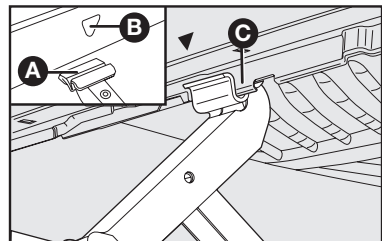

fig. 4
3) Coloque el crique en el símbolo **▼ B**-**fig. 4** cerca de la rueda que va a cambiar y asegúrese de que la ranura **A** del crique esté bien introducida en el larguero **C**.